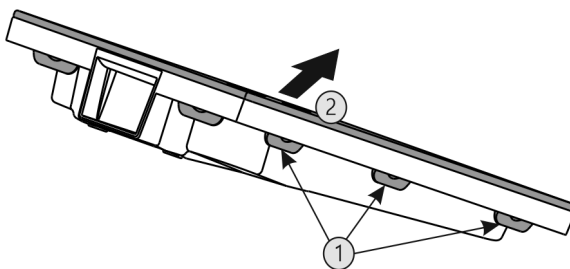

Fig. 52
- ▶ Wszystkie nakładki Fig. 52 (1) wcisnąć po kolei i zdjąć Fig. 52 (2) pokrywę.